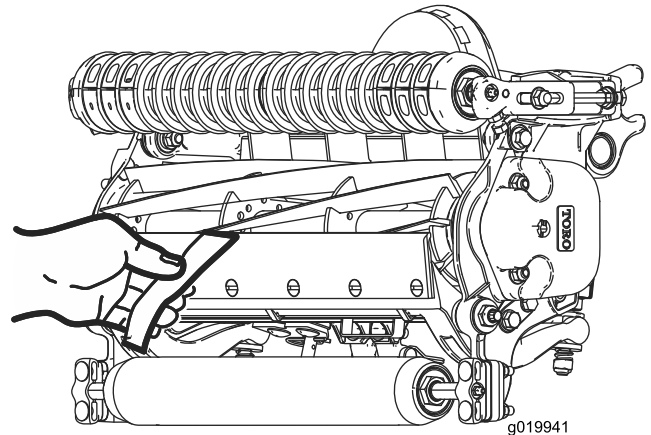

Figura 10
10. Teste o desempenho de corte inserindo uma fita comprida de desempenho de corte (Número de peça Toro 125-5610) entre o cilindro e a lâmina de corte, perpendicular à lâmina de corte (Figura 10). **Lentamente** rode o cilindro para a frente; deve cortar o papel.